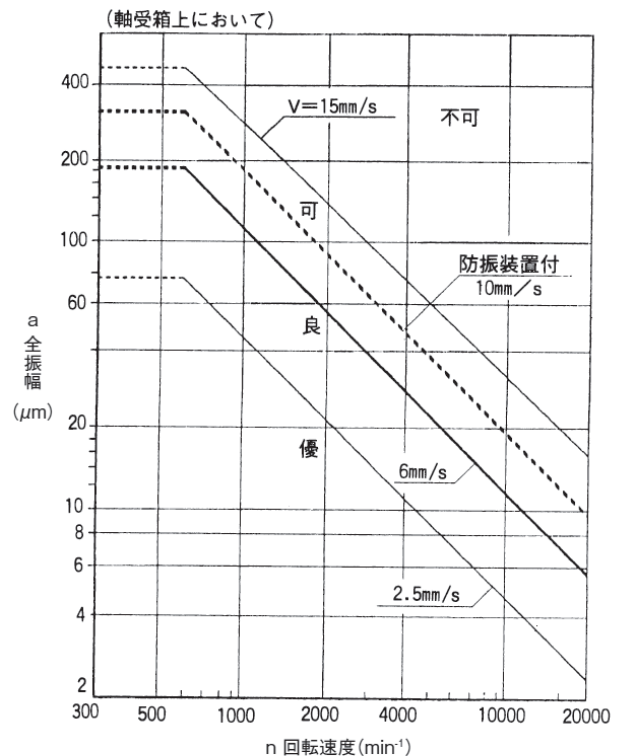

図 10 振動許容範囲
- (2) 振動が大きい場合は、配管の無理、吊りボルト、基礎ボルトの緩み、羽根車へのダストの付着、軸受の損傷などが原因と考えられますので、運転を停止して点検してください。振動の許容範囲は JIS B 8330 の可以内であれば、運転可能ですが、良以内であることが望ましいです (図 10 参照)。ただし、防振装置付の場合は、基礎に振動が伝達しない反面、送風機本体の振動がやや大きくなります。この場合は破線以内なら正常です。
- (3) 振動と同じく音響も運転状態を判定する重要な要素です。